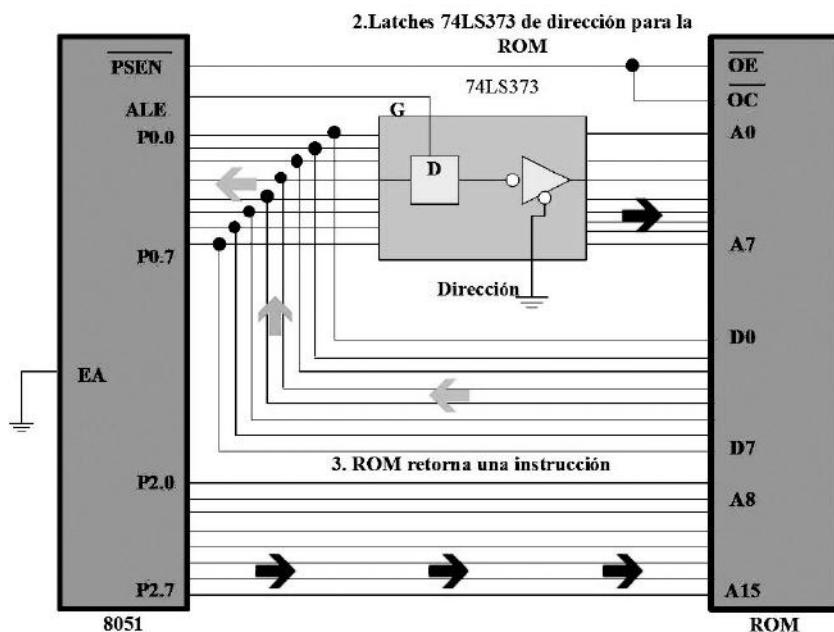

Figura 10.14: ROM (2/2)
- \* El pin ALE (conectandolo al pin G de latch 74LS373) es usado para de - multiplexar la dirección y datos (Figura 10.14).